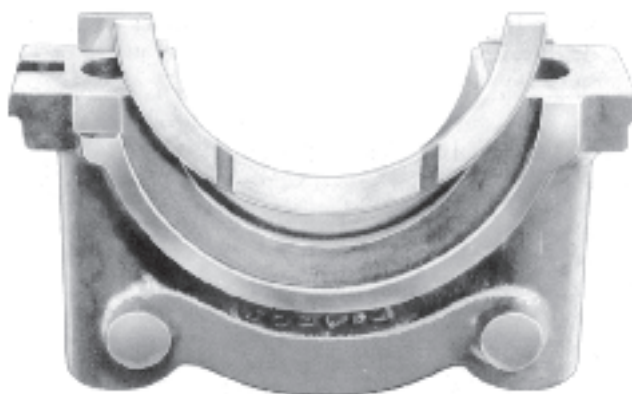

Fig. 57 Mise en place des rondelles de butée
4. Mettre les rondelles de butée au palier central (palier-pilote). Les encoches de fixation sur les paliers empêchent toute erreur éventuelle de positionnement de ces rondelles (figure 57).